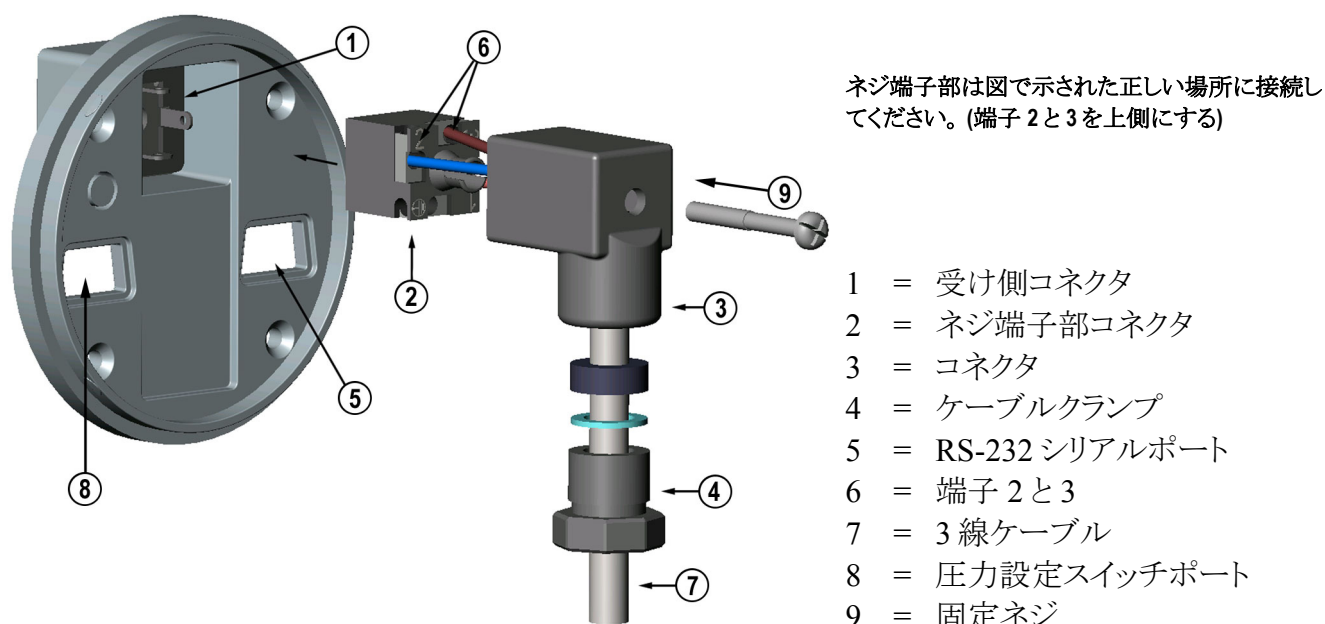

図 3 コネクタの配線と取り付け
加圧されたプロセスの中でより良い精度を保って測定を行うために、図 1 の圧力スイッチ(図 3 参照、8 番)を用いて、プロセスの圧力をセットして下さい。工場出荷時の圧力設定は、1bar、即ちスイッチ 4 番をON の位置にしています。
5. 配線済みのネジ端子部を 図 3 で示した正しい向きでコネクタにはめ込みます。固定ネジをコネクタに差し込みます。ケーブルクランプを締めます。配線済みのコネクタを受側のコネクタへ接続します。
コネクタ、ネジ端子部、受け側コネクタのすべての位置関係が 図 3 に示したようになっていないと正しく接続できません。固定ネジを締め付けて下さい。